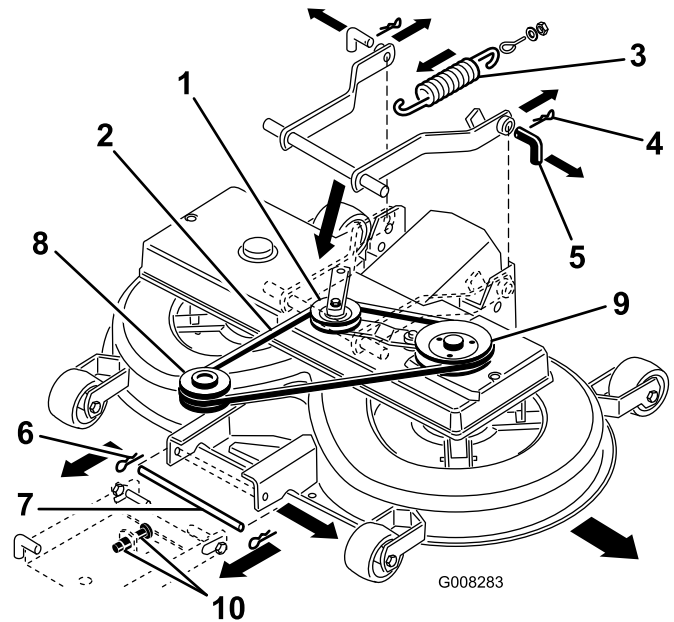

Bild 43
8. Ziehen Sie den Spannarm nach innen. Nehmen Sie den Keilriemen von der Scheibe ab (Bild 43).
9. Nehmen Sie die Feder vom Schalthebel ab (Bild 43).
11. Entfernen Sie die zwei Splintclips von den zwei hinteren Stiften und nehmen Sie die Stifte ab (Bild 43).
12. Entfernen Sie den Splintclip vom vorderen Stift und nehmen Sie den Stift ab (Bild 43).
13. Entfernen Sie den Keilriemen von der Motorscheibe (Bild 43).
7. Drehen Sie den unteren Stift der Einstellung für die vordere Aufhängung in die untere Stellung der geschlitzten Löcher. Stellen Sie hierfür die 2 Muttern (M12) an der vorderen Aufhängung ein (Bild 43).